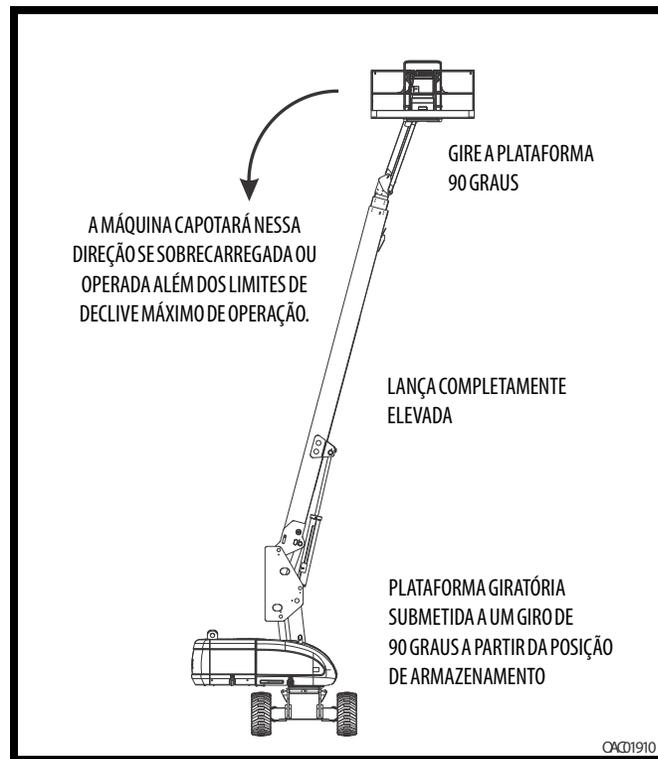
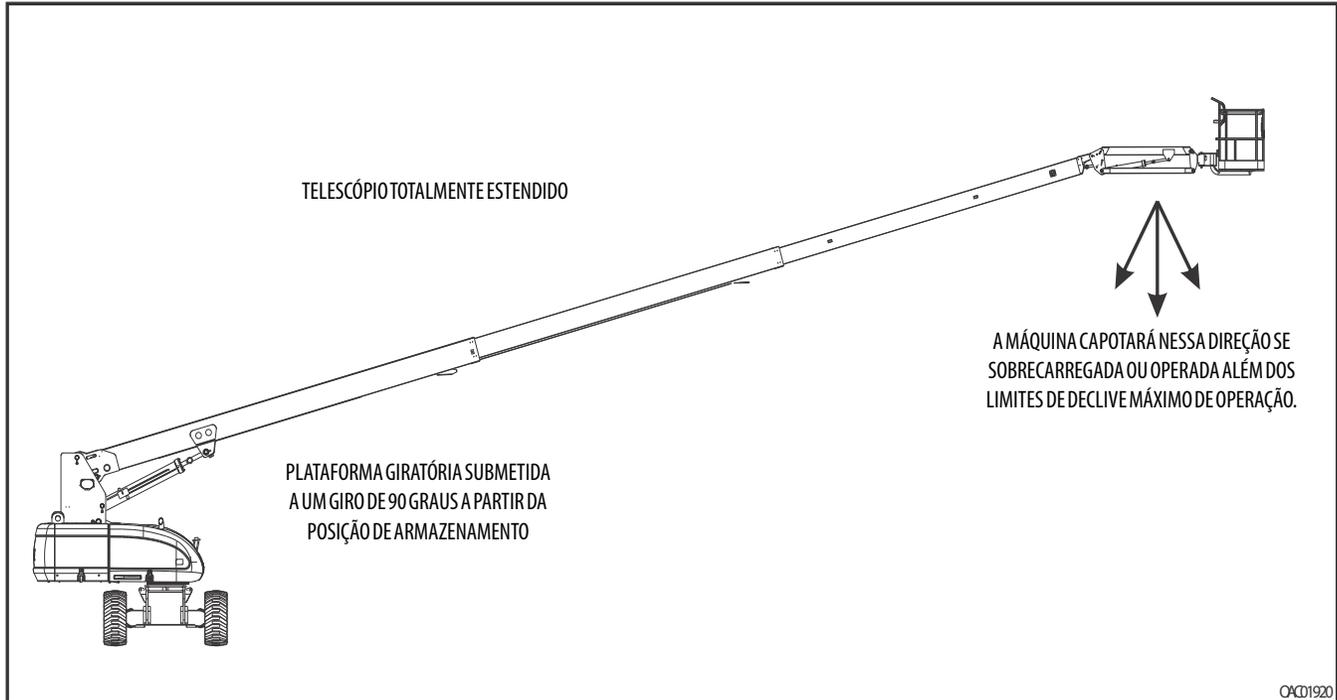

Figura 4-1. Posição de Menor Estabilidade Traseira
Figura 4-2. Posição de Menor Estabilidade Dianteira
A estabilidade da máquina é baseada em duas (2) condições que são chamadas de estabilidade DIANTEIRA e estabilidade TRASEIRA. A posição da máquina de menor estabilidade DIANTEIRA é mostrada na (Consulte a Figura 4-2.) e sua posição de menor estabilidade TRASEIRA é mostrada na (Consulte a Figura 4-1.)